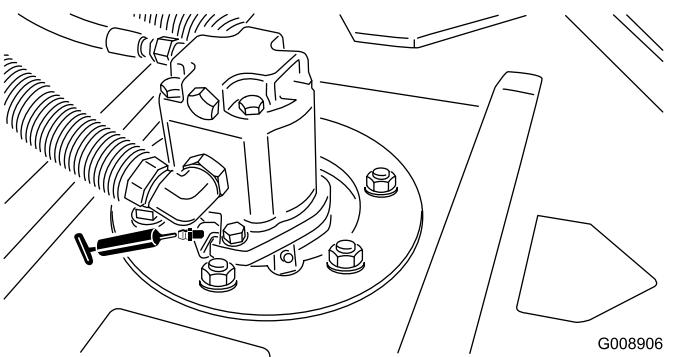

図 44
- カッティングユニットのスピンドルシャフトのベアリングユニットあたり2ヶ所 図 44